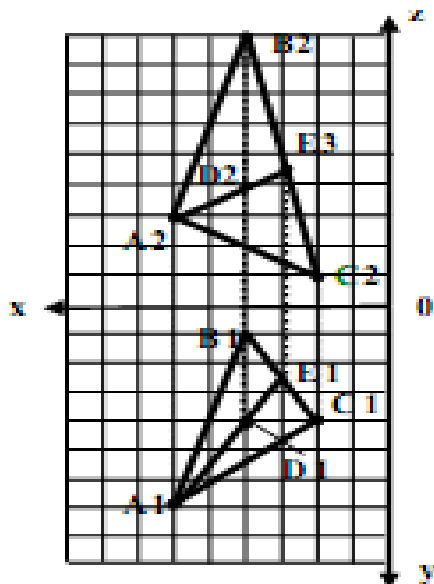

Рисунок 2.1 – Належність точки площині
- 2.1.Визначимо належність точки D(4,4,4) площині трикутника ABC (рис. 2.1).